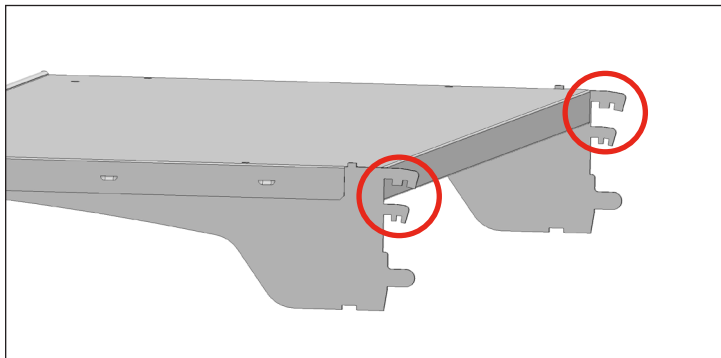

Fig. 21. Ranuras de ajuste angular en la ménsula del estante.
3. Enganche el conjunto del estante en los perfiles para estantes a la altura deseada. Consulte las ranuras para el ajuste angular en la fig. 21.